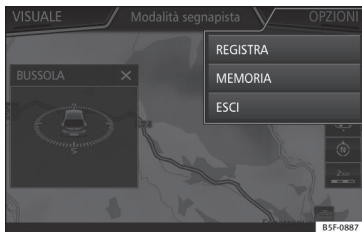

Fig. 228 Inizio Menu Navigazione Offroad
- Si apre il menu Navigazione Offroad »» **fig. 228**.